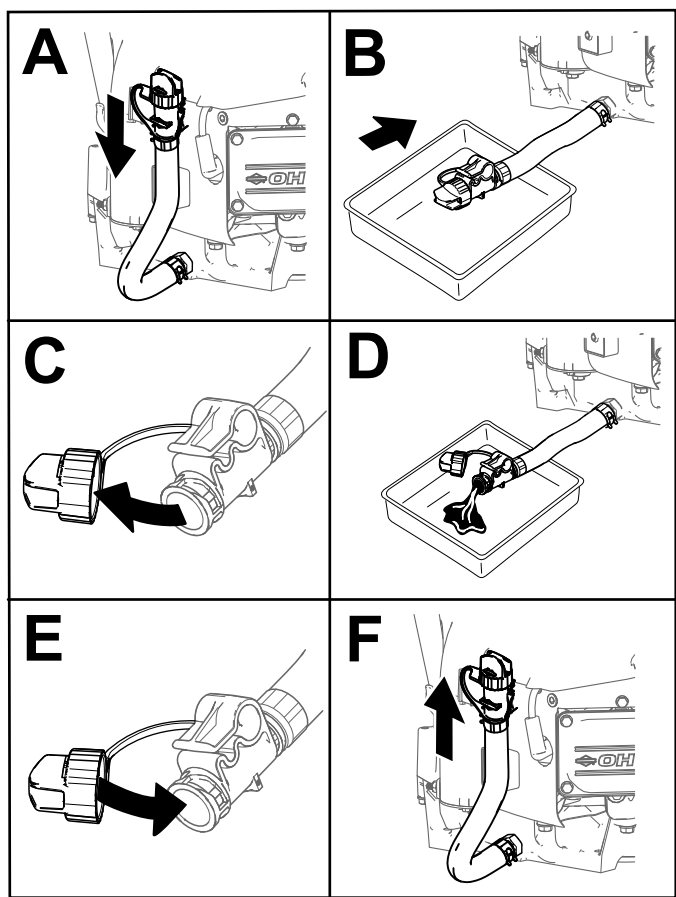

Figure 41
4. Vidangez l'huile moteur (Figure 41).